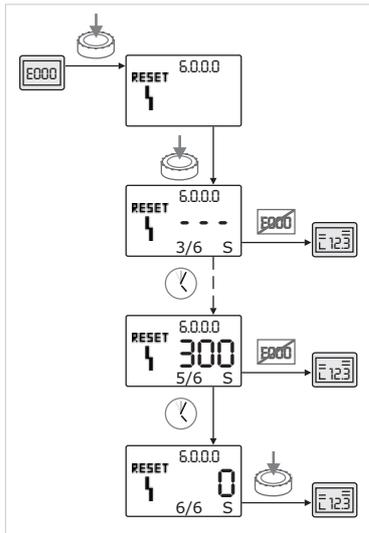

Fig. 53: Confirmación del tipo de fallo C
- Si se produce un fallo del tipo C, proceda como se indica a continuación para confirmarlo (Fig. 53):